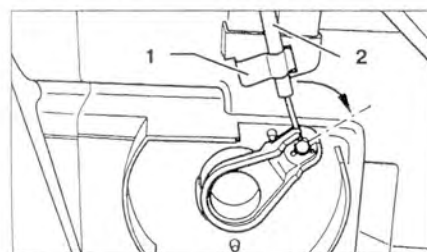

Рис. 9.72. Отсоедините фиксатор 1. Переместите трос 2 против часовой стрелки (стрелка) и отцепите его.
13. Отсоедините фиксатор 1. Переместите трос 2 против часовой стрелки (стрелка) и отцепите его (рис. 9.72).